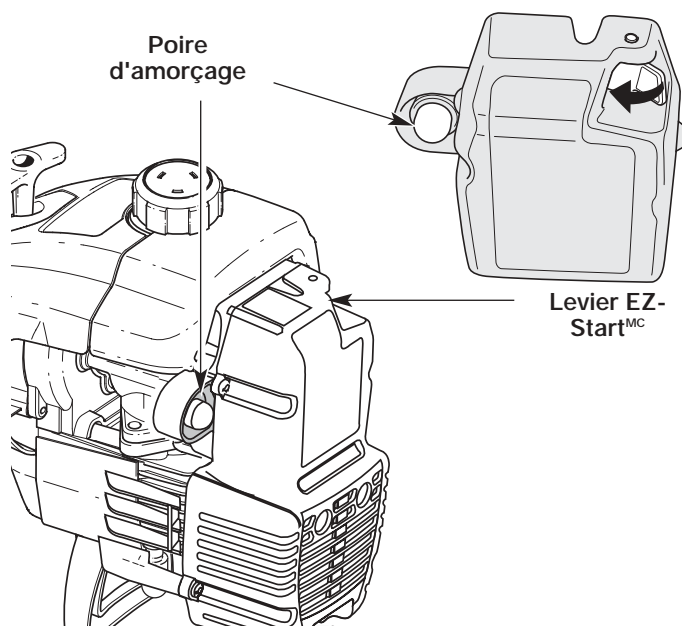

Fig. 17
3. Enfoncez complètement la poire d'amorçage et relâchez-la lentement 10 fois de suite. Vous devriez voir du carburant dans la poire (Fig. 17). Si vous ne voyez rien, appuyez trois (3) fois de plus ou jusqu'à ce que le carburant apparaisse.
4. Poussez le levier EZ-StartMC vers la gauche jusqu'à ce qu'il émette un déclic et se verrouille (Fig. 17).
6. Appuyez sur la manette des gaz pendant 5 à 10 secondes pour réchauffer le moteur. Le levier EZ-StartMC devrait se dégager automatiquement (Fig. 17).